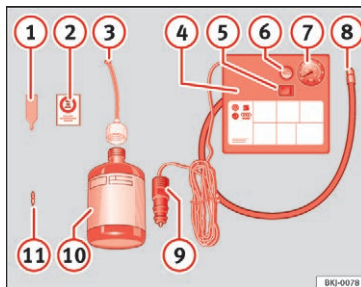

Fig. 73 Havarisættets dele
- Skru ventilhætten og ventilkeglen af dækventilen. Anvend værktøjet til afmontering af ventilkegle » Fig. 73 » ventilkegle- til at skru ventilkeglen ud. Læg ventilkeglen på et rent underlag.
- Ryst flasken med dæktætningsmiddel kraftigt » Fig. 73 ⑩.
- Skru påfyldningsslangen » Fig. 73 ③ på flasken med dæktætningsmiddel. Folien på lukningen bliver automatisk brudt.
- Fjern proppen fra påfyldningsslangen » Fig. 73 ③, og sæt den åbne ende helt på dækventilen.
- Skru ventilkeglen ind i dækventilen igen med værktøjet til afmontering af ventilkegle » Fig. 73 ①.
- Skru luftkompressorens påfyldningsslange » Fig. 73 ⑧ fast på dækventilen.
- Kontroller, om luftaftapningsskruen » Fig. 73 ⑥ er lukket.
- Sæt stikket » Fig. 73 ⑨ ind i bilens 12-volts-stikdåse » Side 149.
- Tilslut luftkompressoren med tilslutnings- og afbryderkontakten » Fig. 73 ⑤.